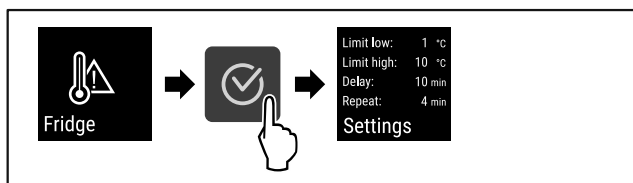

Fig. 111
- ▶ Hajtsa végre a művelet lépéseit (lásd Fig. 111) .